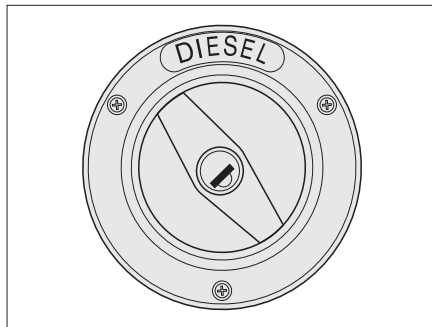

Fig. 28 Tapa de cierre para el tubo de llenado de combustible
- Introducir la llave en el cilindro de cierre (Fig. 28,1) y girar en sentido contrario a las agujas del reloj.